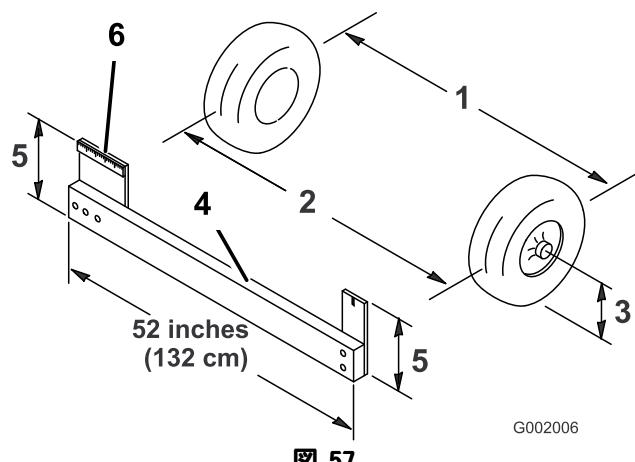

図 57
- 前輪の前と後ろで、左右のタイヤの中央線間距離を測る；計測はアクスルの高さで行う(図 57)。前輪の後ろで、アクスルの高さで測定を行うには市販または手製のトーン測定器が必要となる。前後の計測とも同じ道具を使用し、アクスルの高さで正しく測定すること(図 57)。